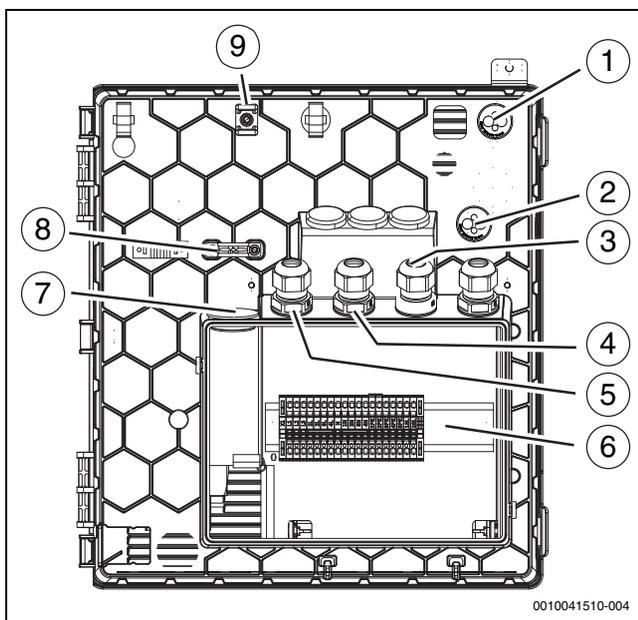

Bild 31 Kabledurchführungen zum Klemmenkasten
Bei Kabledurchführungen (→ Abbildung 31 [1], [2], [7]) genügt ein kleiner Einstich in die Membran, dann können die Leitungen durchgeschoben werden.
- Nach dem Einführen der Kabel die Kabelverschraubungen festziehen (→ Abbildung 31 [3], [4], [5]).
- Die festgelegten Befestigungspunkte [9] für die Befestigung der durch die Einführungen geführten Kabel verwenden (→ Abbildung 31 [1], [2]).